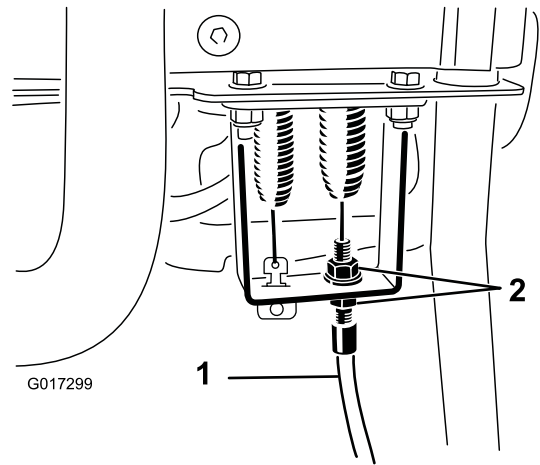

Figura 52
4. Nel supporto della maniglia di comando, allentate il cavo di comando del cilindro fino a quando il cavo è lento (Figura 52).